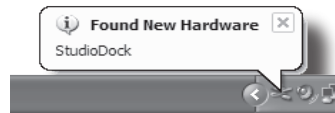

Figura 9
1. La primera vez que conecte el StudioDock en un puerto USB, Windows XP instalará los drivers universales para ese puerto. Aparecerá un globo que le advertirá que ha sido localizado el USB Audio codec (Figura 9).